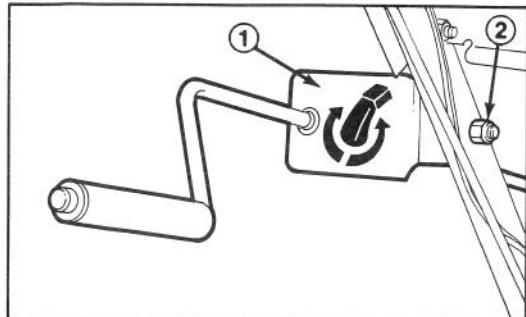
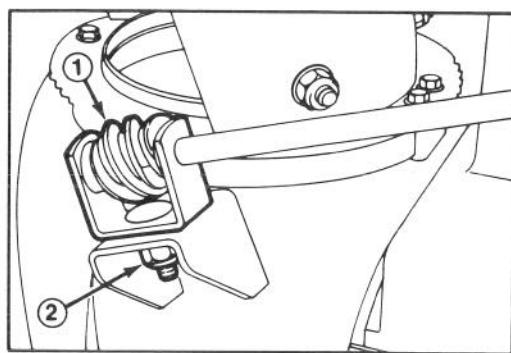

Figure 9
Figure 10
1. Fixez le support et la tige de commande de l'éjecteur sur le côté gauche du mancheron à l'aide de la vis à tête et de l'écrou de blocage. Laissez l'écrou desserré jusqu'à ce que l'ensemble soit complètement monté (Fig. 9).
2. Appliquez de la graisse à toutes fins No. 2 sur la vis sans fin, et montez la vis sans din et son support sur la collerette de montage. Fixez à l'aide de la rondelle pyramidale et de l'écrou de blocage (Fig. 10).
3. Glissez la vis sans fin dans les dents de l'anneau de retenue de l'éjecteur et serrez l'écrou de blocage (Fig. 10). Serrez ensuite l'écrou de blocage qui fixe le support de la tige de commande d'éjecteur au manchon gauche (Fig. 9).